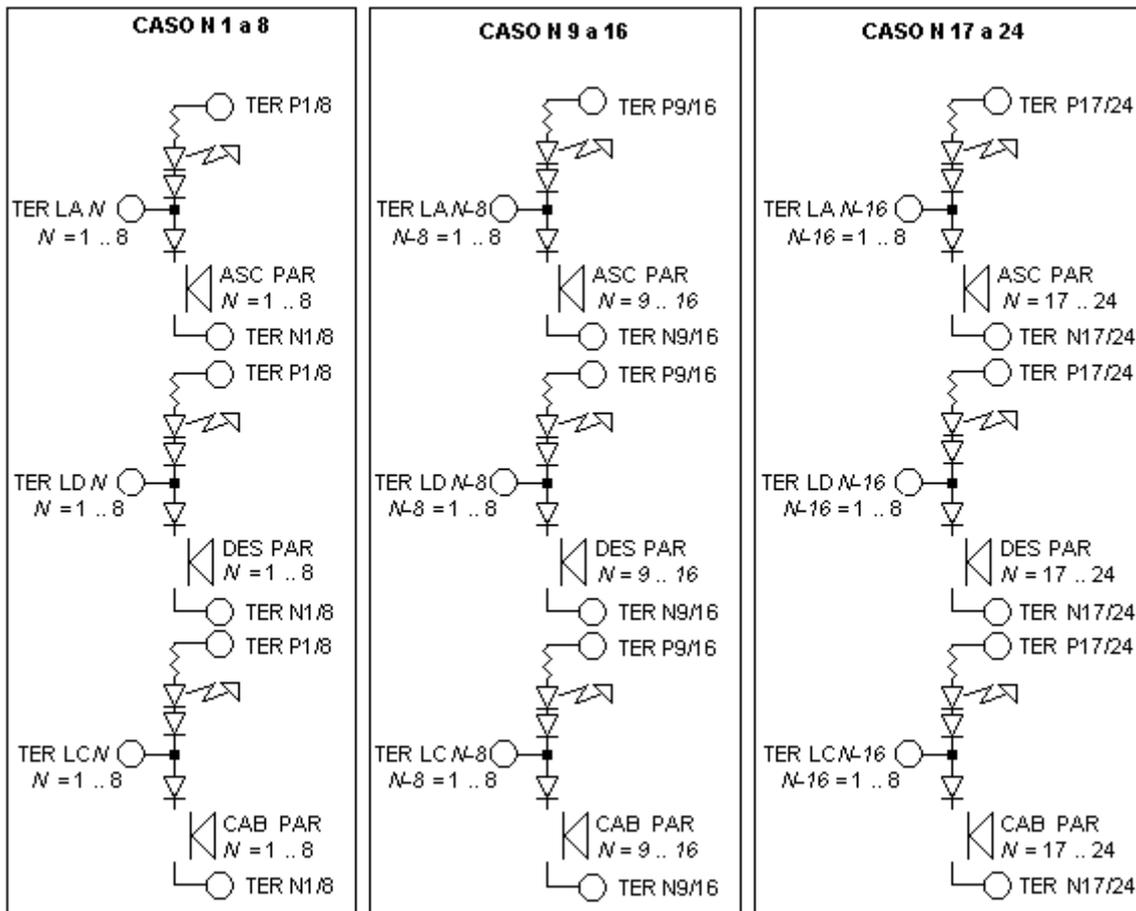

Figura 15
- Los pulsadores de llamada de cabina, de llamada descendente y de llamada ascendente de una parada N comprendida entre 1 y 8 se conectan a los bornes P1/8 y N1/8, y respectivamente a los bornes LCN, LDN y LAN, según la Figura 15
- Los pulsadores de llamada de cabina, de llamada descendente y de llamada ascendente de una parada N comprendida entre 9 y 16 se conectan a los bornes P9/16 y N9/16, y respectivamente a los bornes LC $N-8$, LD $N-8$ y LA $N-8$ y según la Figura 15
conectan a los bornes P17/24 y N17/24, y respectivamente a los bornes LC N-16, LD N-16 y LA N-16 según la Figura 15.
En el circuito de la Figura 15, los LEDs de registro activos destellan. Para eliminar este destello, se pueden conectar los LEDs de registro según la figura Figura 11.
- Los pulsadores de llamada descendente y de llamada ascendente de una parada N comprendida entre 1 y 8 se conectan a los bornes P1/8 y N1/8, y respectivamente a los bornes LDN y LAN, según la Figura 15